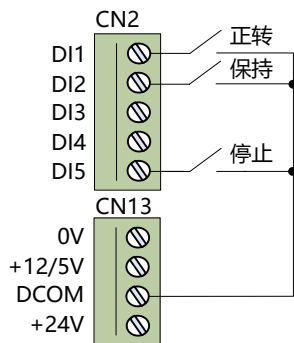

图 5-3 端子保持模式（正转）
• 当参数 **n0.09 命令源选择** 设置为 2 时，为端子保持模式，正反转启动信号由两个数字输入端给出，如设置 DI1 为正转 (**n7.00=1**)，DI2 为保持端子 (**n7.01=7**)，接线方法如图 5-3 所示。